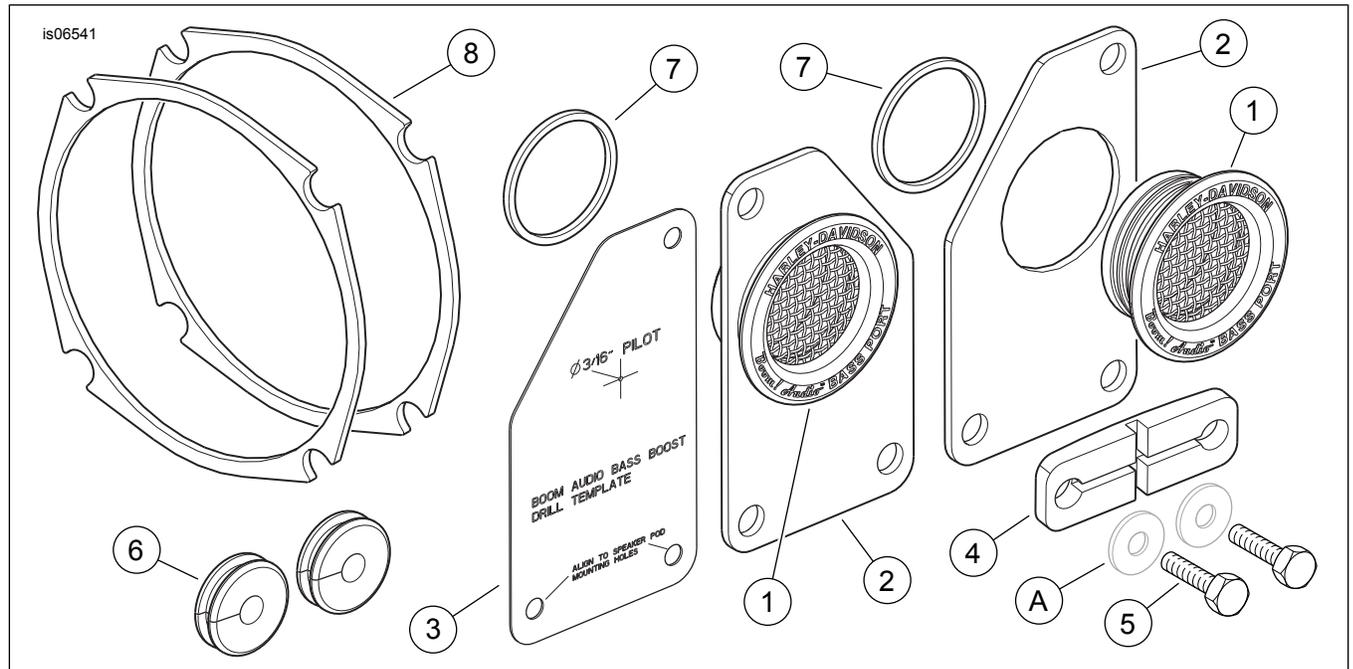

Figure 1. Pièces détachées, Kit de port de l'amplificateur de graves Boom! Audio Tour-Pak
Voir Figure 1 et Tableau 1.
7. Voir Figure 1. Prendre le gabarit de perçage (3) du kit. **Si une prise de courant n'est PAS présente : Si une prise de courant est présente :**